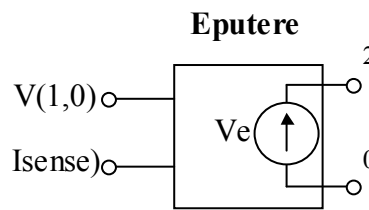

Figura 3.22
- Un dispozitiv care măsoară direct puterea instantanee prin multiplicarea unei tensiuni  $V(1,0)$  cu un curent  $I_{sense}$  (figura 3.22).